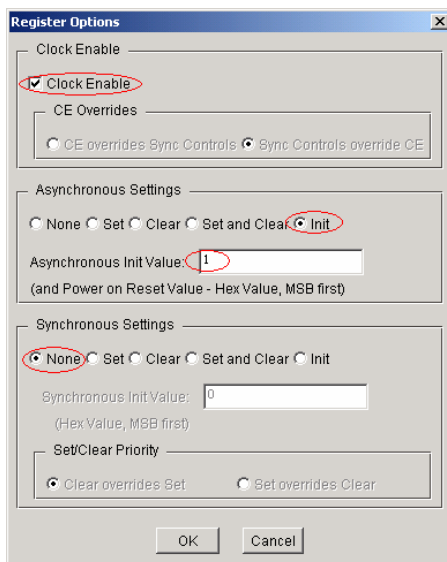

图9-18 设置寄存器参数
- (3) 单击 **Register Options...** 按钮，设置寄存器参数，如图 9-18 所示。